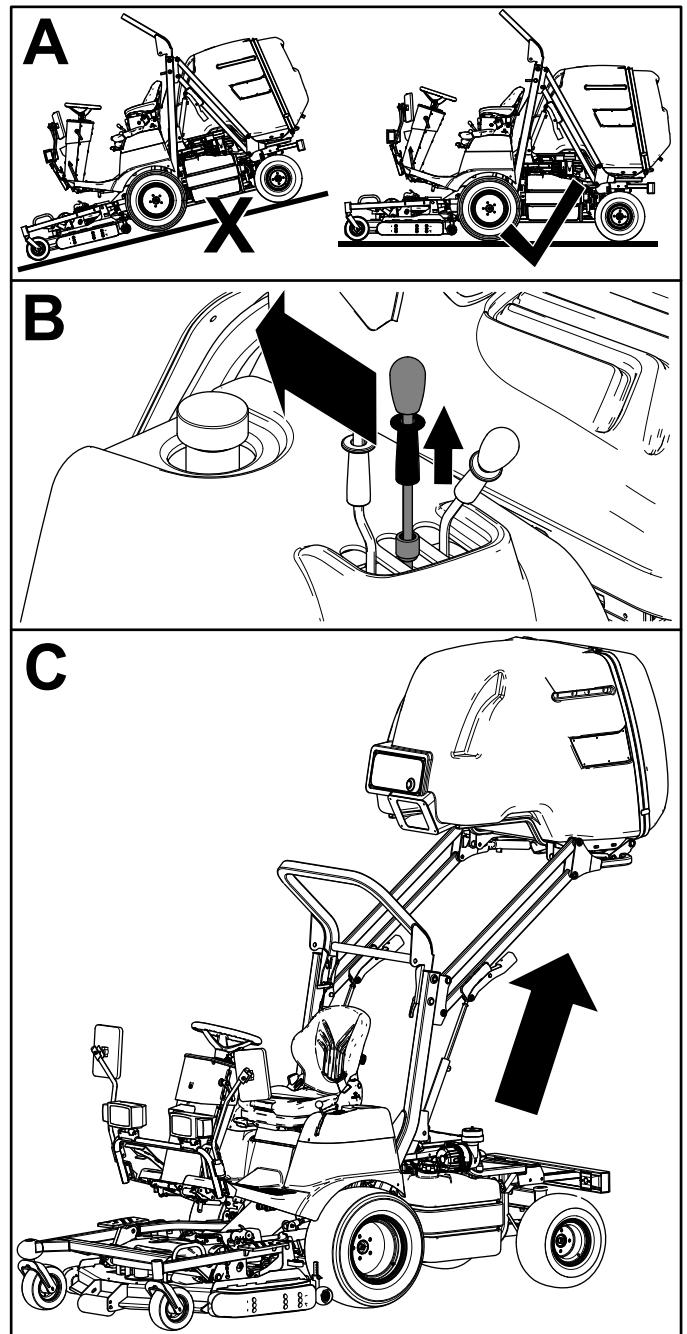

Figura 23
2. Puxe o aro de bloqueio da alavanca de elevação da tremonha para cima e move a alavanca para trás para elevar a tremonha (Figura 23).